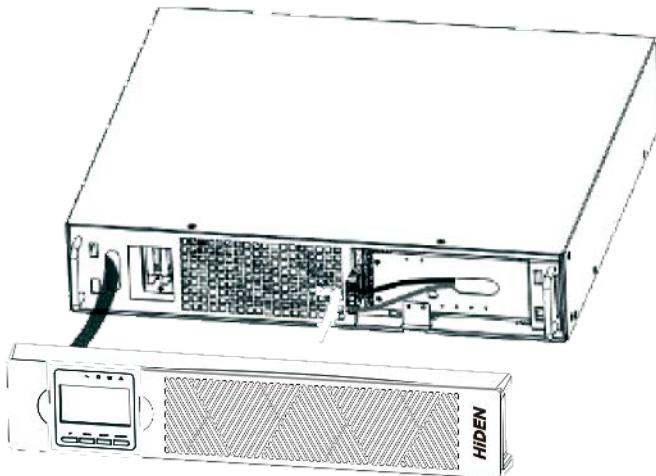

Рис. 6 Подключение внутренних батарей ИБП
- Подсоедините внутренний разъем аккумулятора (см. рис. 6).